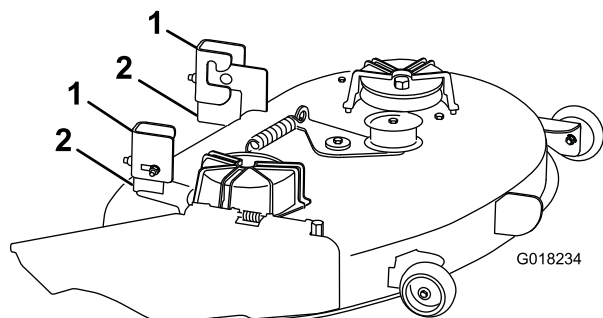

Figura 1
3. Rimuovete i supporti di sospensione preesistenti dalle staffe del piatto di taglio (Figura 1).